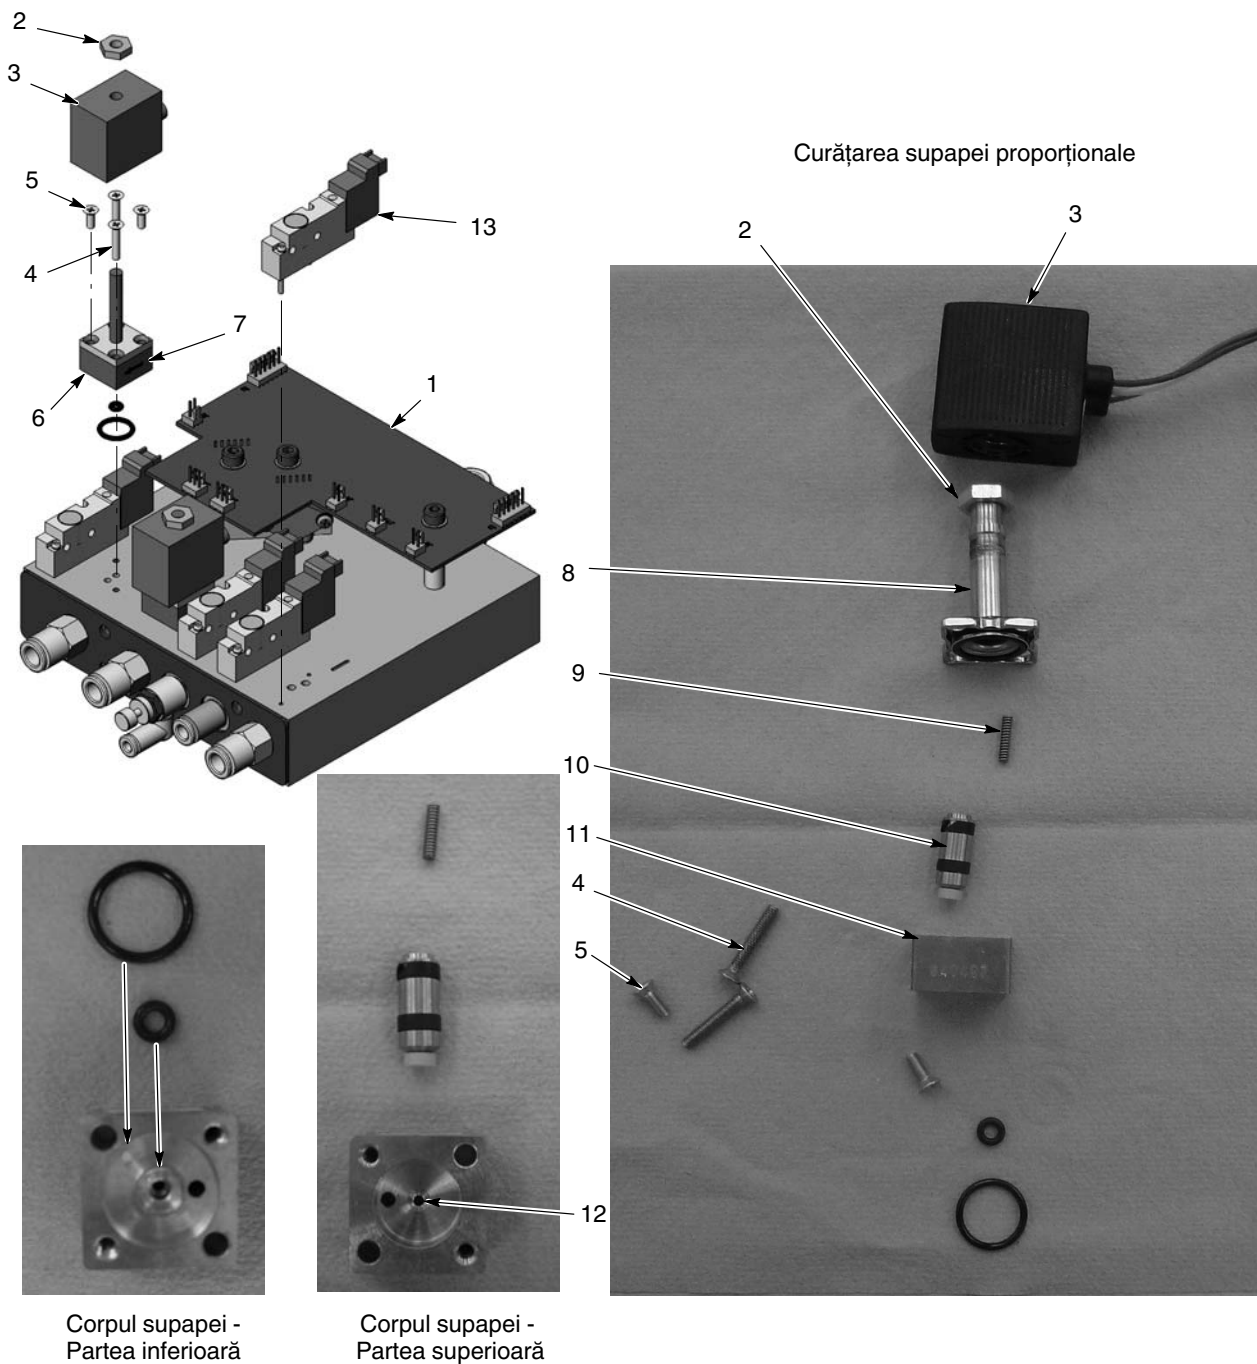

Figura 5-19 Repararea modului iFlow - Înlocuirea supapei solenoid și curățarea sau înlocuirea supapei proporționale
A se vedea Figura 5-19. Pentru a demonta supapele solenoid (13), scoateți cele două șuruburi din corpul supapei și scoateți supapa din carcasă prin ridicare.
A se vedea Figura 5-19. O alimentare cu aer ce conține impurități poate cauza defectarea supapei proporționale (6). Urmați aceste instrucțiuni pentru a dezambla și a curăța supapa.
1. Deconectați firele bobinei (3) de la placa de circuite (1). Scoateți piulița (2) și bobina de pe supapa proporțională (6).
2. Scoateți cele două șuruburi lungi (4) și cele două șuruburi scurte (5) pentru a demonta supapa proporțională de pe carcasă.
A se vedea Figura 5-19.